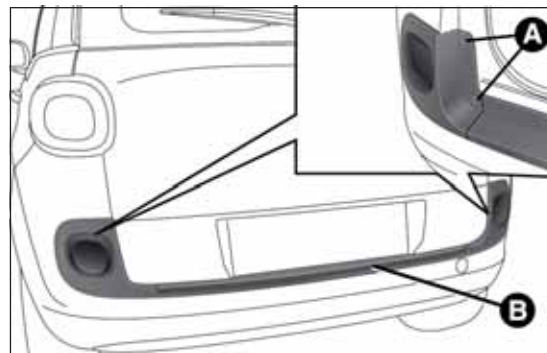

fig. 187
- ❑ abrir el maletero, quitar el marco embellecedor, aflojar los cuatro tornillos de fijación A fig. 187 y retirar el grupo óptico B;
- ☐ volver a montar correctamente el grupo óptico B fig. 187 apretando los cuatro tornillos de fijación A, a continuación cerrar el maletero.